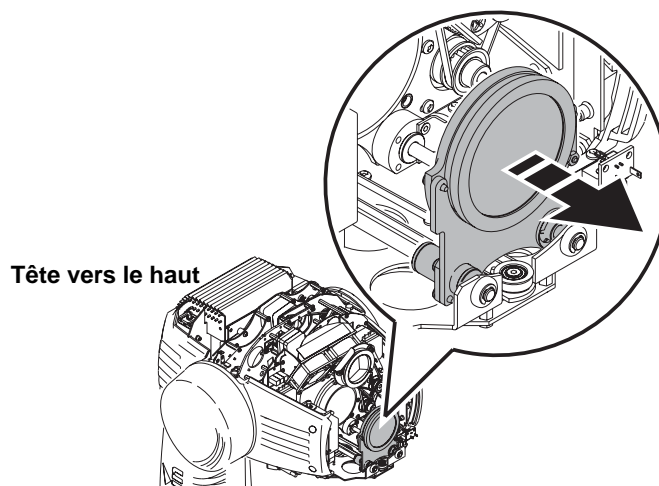

Figure 15: Déplacement de la lentille vers l'avant
4. Positionnez la tête à l'endroit pour accéder par le haut aux composants. Maintenez la lentille de zoom par la base de son support et faites-la glisser au plus loin vers l'avant du projecteur (voir Figure 15).